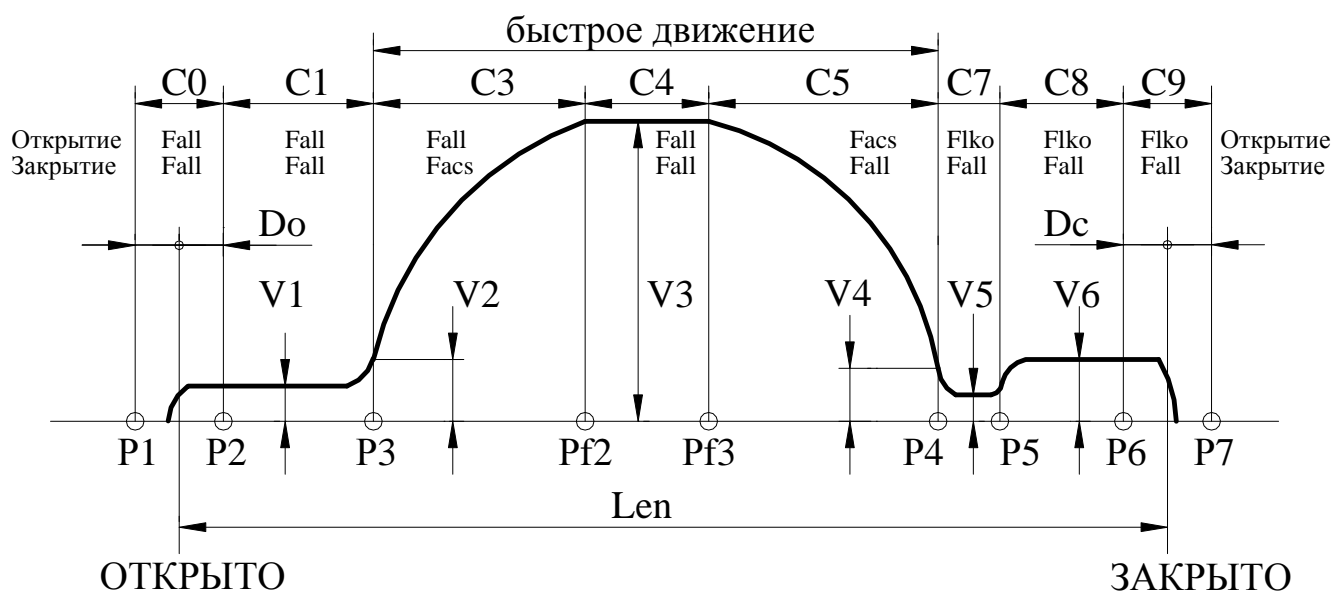

Рис.5. Траектория движения.
3.7.3.3. При **полном закрытии**, когда одновременно поданы команды ЗД и ДК и *Устройство* определило наличие упора в зоне С9 (см. **рис.5**), произойдет синхронизация *Устройства* на значении проема, ранее измеренного и записанного в память ( $Len=tP.21$ ).
3.7.3.6. Если проем был уже промерен, то после синхронизации, *Устройство* начинает двигаться по траектории, показанной на **рис.5**.
3.7.4.2. После инициализации измерения проема необходимо подать команду ЗД. При **полном закрытии**, когда одновременно поданы команды ЗД и ДК и *Устройство* определило наличие упора в зоне С9 (см. **рис.5**), произойдет синхронизация *Устройства* на минимально возможном значении проема и будет выдан сигнал ВКЗ. После этого нужно подать команду ОД. При получении упора при открытии будет выдан сигнал ВКО. *Устройство* сравнит полученное значение длины проема с минимальным и максимальным значением и, если оно будет находиться в допустимых пределах, произойдет запись полученного значения в память, в противном случае будет выдана ошибка **ELrL** (длина проема находится вне допустимых пределов) и записи полученного значения в память не произойдет.
3.7.7.4. *Устройство* обрабатывает траекторию движения, показанную на **рис.5**, справа налево.
- 3.7.8.4. *Устройство* обрабатывает траекторию движения, показанную на **рис.5**, слева направо.
- 3.7.8.7. При **полном закрытии**, когда одновременно подан ДК и *Устройство* определило наличие упора в зоне С9 (см. **рис.5**), выдается сигнал ВКЗ. После этого *Устройство* переходит в режим одностороннего удержания.
- **E0L** – переезд зоны полного открытия (**С0**, **рис.5**) или полного закрытия (**С9**, **рис.5**). *Синхронизация* в этом случае выключается. Ошибка сбрасывается при смене кода направления вращения, но затем необходимо провести *синхронизацию* заново. При повторном неоднократном возникновении данной ошибки нужно провести **измерение проема**, если затем эта ошибка все равно будет возникать, необходимо проверить механику привода.
3.8.1. Рис.5, на котором показана траектория движения, отслеживаемая Устройством, поясняет назначение многих параметров, рассмотренных ниже. На рис.5 отображено также распределение сил на участках траектории отдельно при открытии и при закрытии (при переходе в режим удержания устанавливается соответствующая сила удержания).
- Если  $Var\_sl=1$ , то точка препятствия запоминается и происходит замедление скорости движения при подходе к точке препятствия до  $Vbar$ . При отсутствии препятствия в том же месте, дальнейшее движение происходит по кривой, указанной на **рис.5**.
3.8.7.14. **Номер D** –  $C\_vko$  (мм) – дополнительное смещение точки **P2(рис.5)** для расширения диапазона выдачи и удержания сигнала ВКО. Если препятствие находится в зоне  $C\_vko$ , то выдается ВКО и включается режим одностороннего удержания. Координата точки удержания определяется из выражения  $Xargo=Xup+Dkeero-30$ , где  $Xup$  – координата препятствия.
3.8.7.15. **Номер E** –  $C\_vkz$  (мм) – дополнительное смещение точки **P6(рис.5)** для расширения диапазона удержания сигнала ВКЗ.